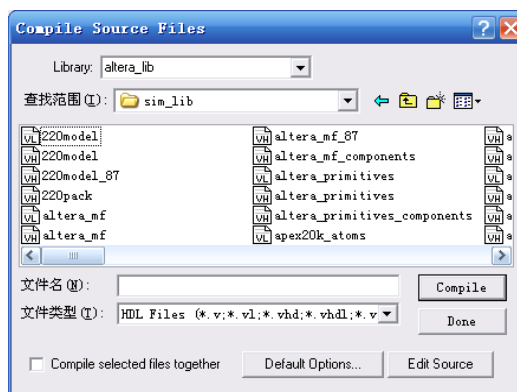

图 57 库的编译
- 4) 在 Workspace 中的 Library 中选中你创建的库 altera_lib,在主菜单中选【Compile】→【Compile...】;在弹出窗口 compile source file 窗口中的【Libaray】下拉菜单中选中你的库名,在【查找范围】中选择 quarturs 安装目录\quarturs\eda\sim_lib 文件夹下,对它前 8 个文件进行编译,注意需要编译两次,具体办法是先选择这 8 个文件,点击【Compile】,这次会出错,完成后再点击【Compile】,编译成功,点击【Done】,如图 57 所示。